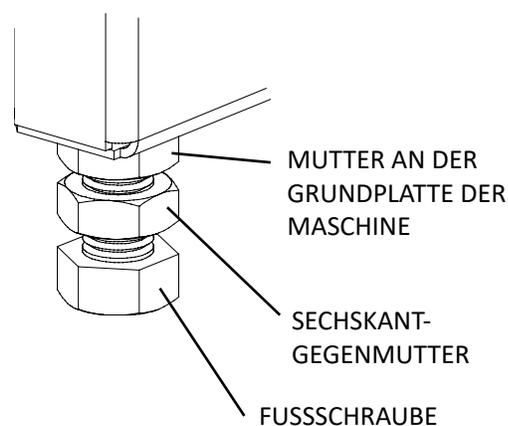

ABB. 2
2. Die 4 Fußschrauben der Schleifmaschine (ABB. 2) sind in Senkbohrungen in der Palette verschraubt. Heben Sie die Schleifmaschine mit einem Gabelstapler oder einer anderen Hubvorrichtung von der hölzernen Grundplatte und setzen Sie sie an ihrem endgültigen Aufstellungsort ab. Positionieren Sie die Gabeln unter der Bodenmulde; die Gabeln müssen bis zur Rückseite der Maschine reichen und darüber hinausragen, andernfalls kann die Schleifmaschine beim Heben beschädigt werden.
Prüfen Sie die Nivellierung erneut in beiden Richtungen. Wenn das Ergebnis zufriedenstellend ist, ziehen Sie die Sechskant-Gegenmuttern an den Fußschrauben an, sodass sie fest an den an der Grundplatte angeschweißten Muttern sitzen. Siehe ABB. 2. Drehen Sie die Fußschrauben nicht, während Sie die Mutter festziehen.